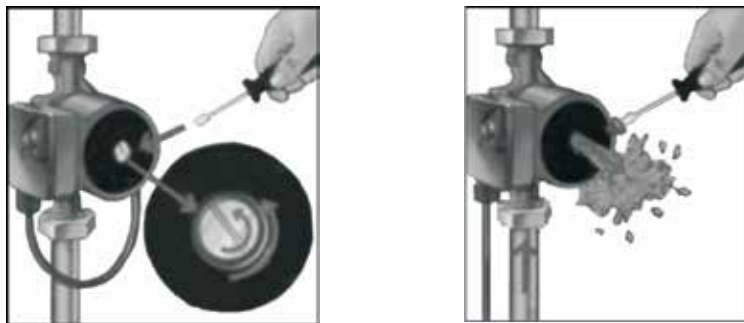

рис. 5
5.1 При первом включении насоса необходимо удалить остатки воздуха из системы. Для этого открутите винтовую пробку электродвигателя (рис.1 поз.1) и включив насос дайте ему поработать 30 секунд. В течение этого времени оставшийся в системе воздух вытеснится. После этого закрутить винтовую пробку на место, как показано на рис.5.